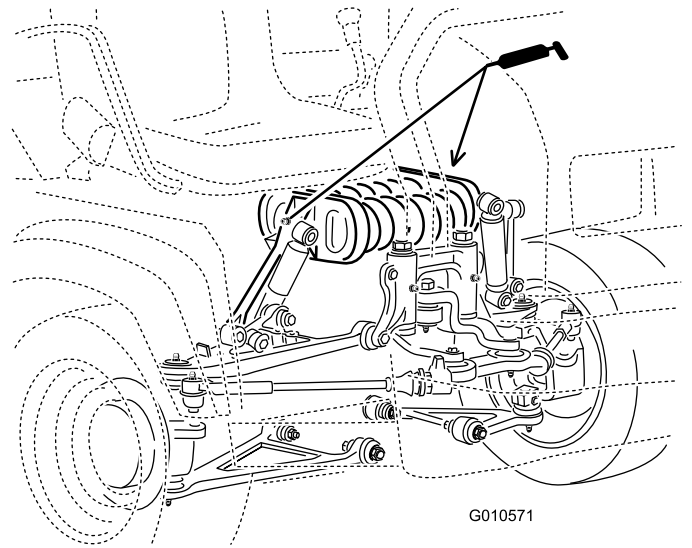

Figura 41
- Armazón del muelle (2), según se muestra en Figura 41